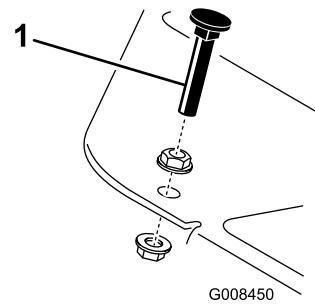

Figura 50
Carregue no pedal de tracção. Se o pedal entrara em contacto com o batente (Figura 50) antes de se sentir tensão no cabo, é necessário efectuar um ajuste:
1. Desaperte as porcas de bloqueio de cabeça de flange que fixam o batente do pedal à placa inferior (Figura 50).